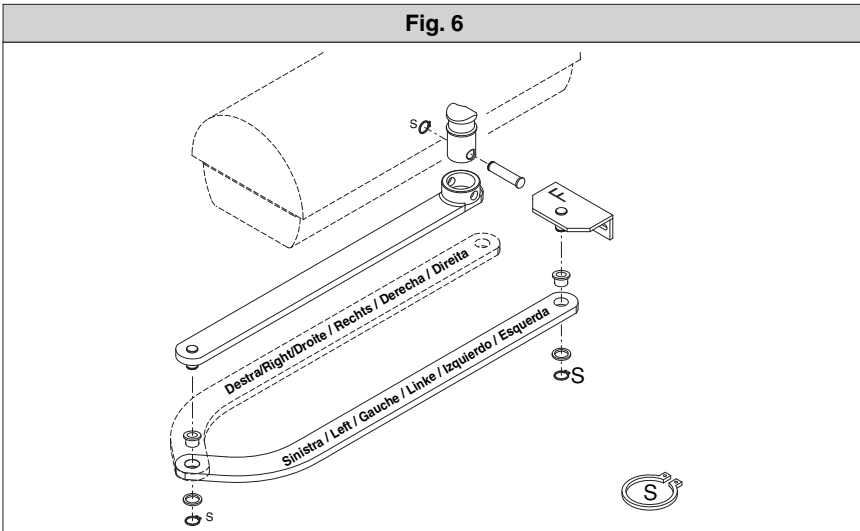

Fig. 7
- Infilare il quadro del braccio nell'albero di uscita del motoriduttore e fissarlo (fig.7).